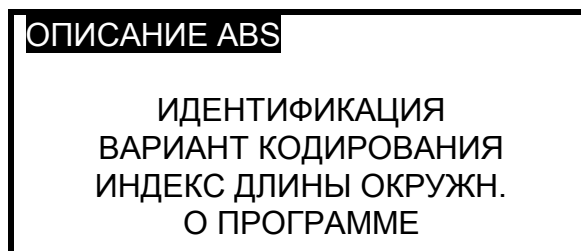

Рис. 2 Меню *Описание ABS*
2.1. Меню **Описание ABS** показано на рис. 2.